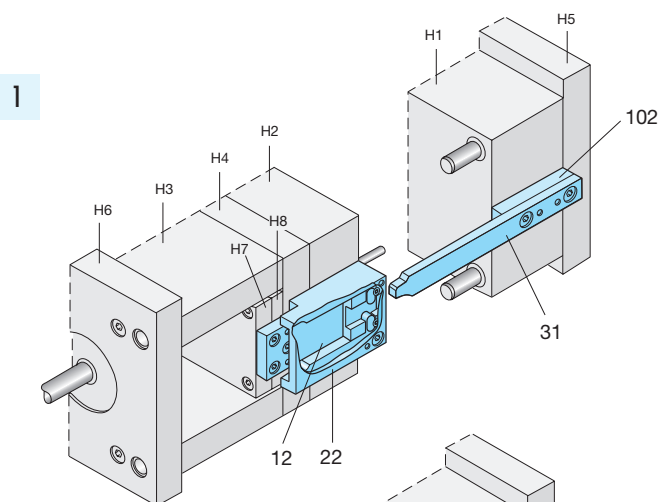

Figure 2
Veiller à n'actionner la course (S2) de la batterie d'éjection (H7 et H8) qu'après que les plans de joint principaux ont été ouverts au minimum selon la course (S2) plus (S) (voir aussi figure 2).
Les rappels d'éjection doivent être montés de façon symétrique, par allèle et angulaire par rapport au guidage du moule (voir figure 2).